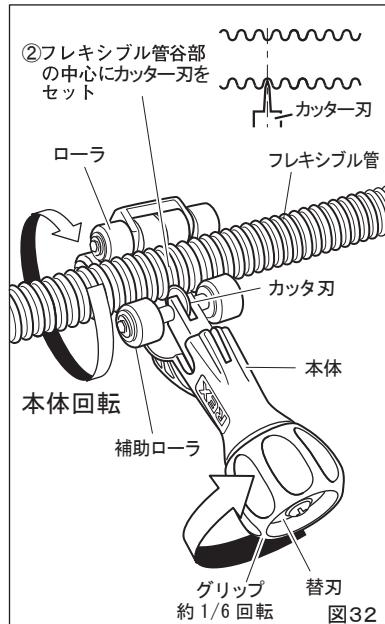
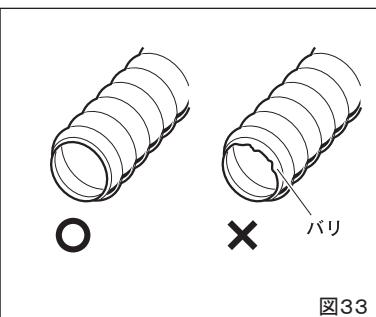

図32
図33
(2) 加工するパイプの切断 (図32,33)
- ①グリップを左回転させ、切断するフレキシブル管に合わせてカッタ刃を後退させます。
- ②カッタ刃が、フレキシブル管の谷部（小径部）中央に当たるよう、グリップを右回転させ、刃を送り込みます。
- ③フレキシブル管の谷部に当たったところからグリップを右に約1/6回転させ、刃を送り込み、本体を図に示す方向に2~3回転させます。
- ④以後同様の動作（グリップを右に約1/6回転後、本体を2~3回転）で、パイプを切断します。
- ⑤切断面の変形、バリがないことを確認してください。バリや変形があると正常なツバ出しが出来ず、水漏れの原因となります（図33）。